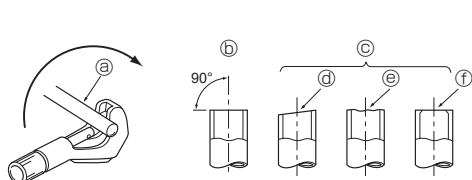

Fig. 5-3
5.2.1. Tăierea țevelor (Fig. 5-3)